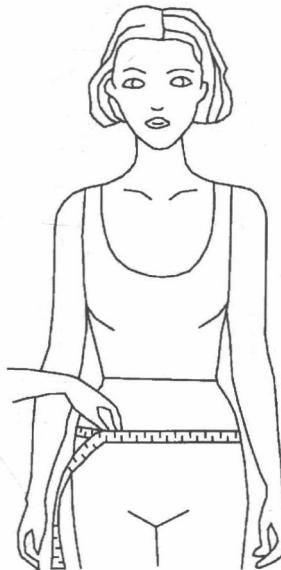

图 1-7 人体中臀围测量
(5) 中臀围 大约在腰围与臀围中间的位置水平测量一周。因为臀部的形状根据髋骨的大小和脂肪的多少各不相同，所以这个尺寸也很重要，如图 1-7 所示。